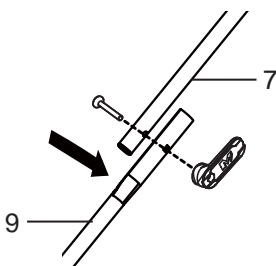

Fig.6
- > Soulevez la poignée du haut [7], alignez-la avec la barre de liaison [9], en vous assurant que le cordon n'est pas tordu, et rattachez-les avec les boulons et les boutons de verrouillage. Insérez les boulons dans les trous, serrez les boutons dans le sens des aiguilles d'une montre (Fig. 6).